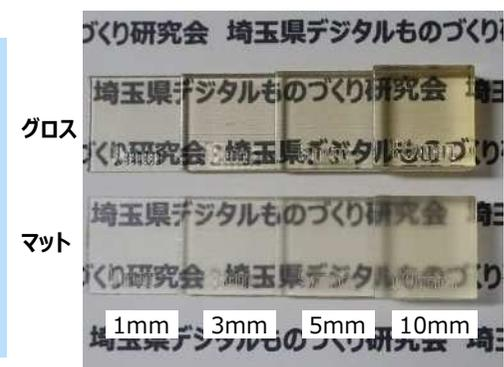

図3 造形結果(姿勢①)
- ・造形上下面は透過性が良く、姿勢①では**グロス仕上げ**では厚さ10mm、**マット仕上げ**では厚さ5mmまで、下の文字がはっきりと読めた。(図3)